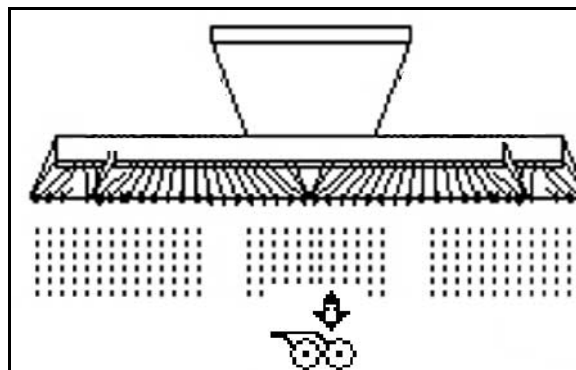

Bild 57
1. Välj skivbillsstryck (Bild 57).
1.  Välj skivbills- och efterharvstryck (Bild 57).
1.  Förval pinndjup (Bild 57).